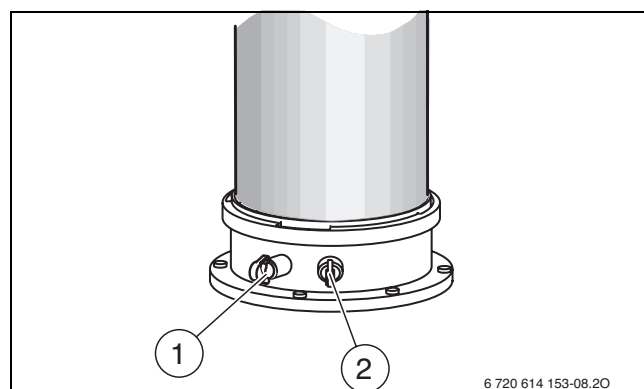

Bild 46
- ▶ Stopfen am Verbrennungsluft-Messstutzen [2] entfernen (→ Bild 46).
- ▶ Stopfen am Abgassmessstutzen [1] entfernen (→ Bild 46).